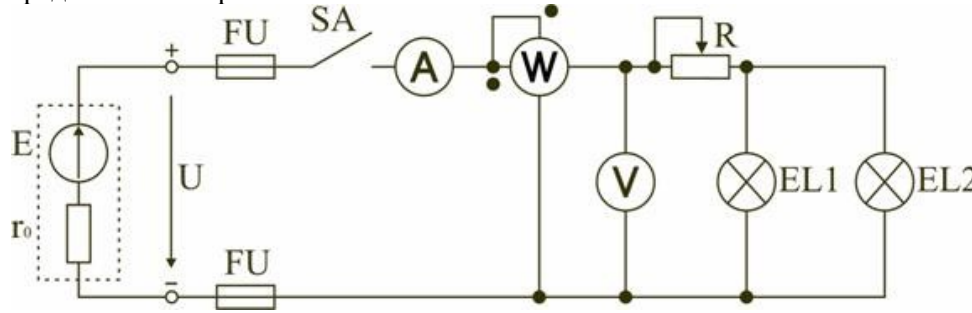

Рис. 1.1
**Электрической цепью** называется совокупность устройств и объектов, образующих путь для электрического тока, электромагнитные процессы в которых могут быть описаны с помощью понятий об электрическом токе, ЭДС (электродвижущая сила) и электрическом напряжении. Для анализа и расчета электрическая цепь графически представляется в виде **электрической схемы** (схемы замещения), содержащей условные обозначения ее элементов и способы их соединения. Электрическая (монтажная) схема, обеспечивающая работу осветительной аппаратуры, представлена на рис. 1.1.
В электрической схеме на рис. 1.1 электрическая энергия от источника ЭДС  $E$ , обладающего внутренним сопротивлением  $r_0$ , с помощью вспомогательных элементов цепи передается через регулировочный реостат  $R$  к потребителям (нагрузке): электрическим лампочкам  $EL1$  и  $EL2$ . Все элементы цепи охвачены одним электромагнитным процессом – общим источником напряжения (сеть 220 В) и токами, протекающими в цепи прибора (электролампы или утюга).